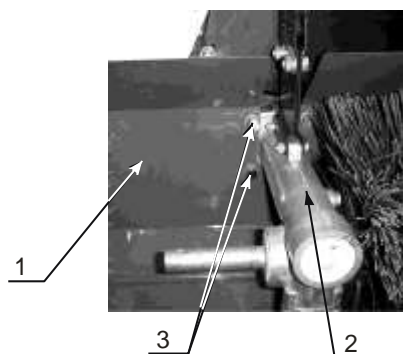

Рис. 2
- отвернуть 4 болта 3 (рис. 2) крепления редуктора 2 и развернуть его на 180° против часовой стрелки и закрепить специальными болтами (специальные болты ставятся коротким резьбовым концом наружу);
- поставить защитный щиток 1 (рис. 2) на выступающие резьбовые части специальных болтов крепления редуктора и закрепить его прилагаемым крепежом;